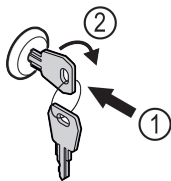

Fig. 126
- ▶ Sätt in nyckeln Fig. 126 (1).
- ▶ Vrid nyckeln 90° medurs Fig. 126 (2).